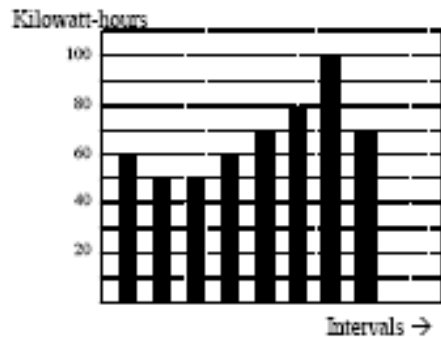

Figure D.8: Energy Use and Demand
■ La figura D.8 demuestra otro ejemplo de la energía y de la demanda. En este caso, cada barra representa la energía consumida en un intervalo 15-minute. El uso de la energía en cada intervalo baja típicamente entre 50 y 70 kWh. Sin embargo, durante dos intervalos la energía se levanta agudamente y enarbola en 100 kWh en el intervalo número 7. Este pico del uso dará lugar a fijar una lectura de la alta demanda. Para cada intervalo demostrado el valor de la demanda sea cuatro veces la lectura indicada de la energía. El intervalo 1 tendría tan una demanda asociada de 240 kWh/hr. El intervalo 7 tendrá un valor de la demanda de 400 kWh/hr. En el dato demostrado, éste es el valor de la demanda máxima y sería el número que fijaría la carga de la demanda en la cuenta para uso general.